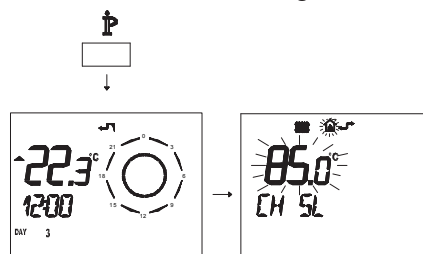

Figura 5.44
- Premere per più di 3 secondi il pulsante **P** per entrare in modalità **INFO** (Figura 5.44).